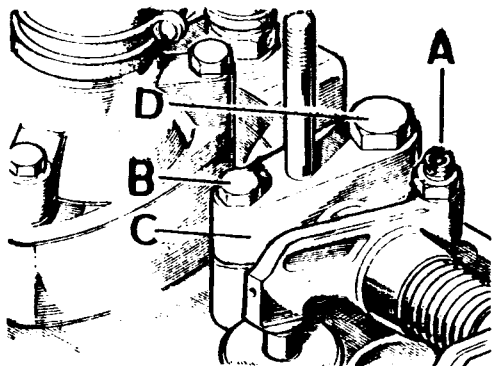

Fig. A3-45 Desmontaje del árbol de balancines
- 1.4. Aflojar las tuercas y tornillos de ajuste. A (Fig. A3-45), para dejar parcialmente libres las varillas de empuje.
- 1.5. Desmontar los tornillos, B (Fig. A3-45) de fijación del eje a los soportes, C, y soltar los siete tornillos, D que fijan el conjunto árbol de balancines a la culata.